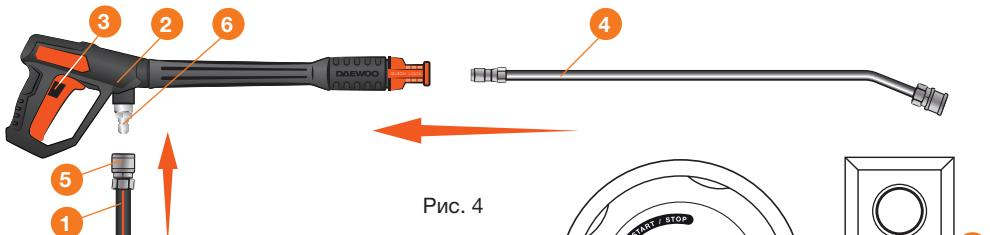

Рис. 4
- Потяните назад металлическое кольцо **5** на коннекторе шланга **1** (Рис. 4).
- Снимите предохранитель 3 на пистолете 2 и нажмите на курок чтобы выпустить воздух и проверить стабильность потока воды. После того как воздух выйдет из пистолета и поток нормализуется, отпустите курок (Рис. 4).